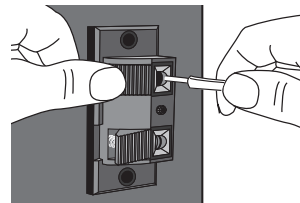

figure 9
3. Insert stripped wire **(figure 9)**.
Insérer le fil dénudé **(figure 9)**.